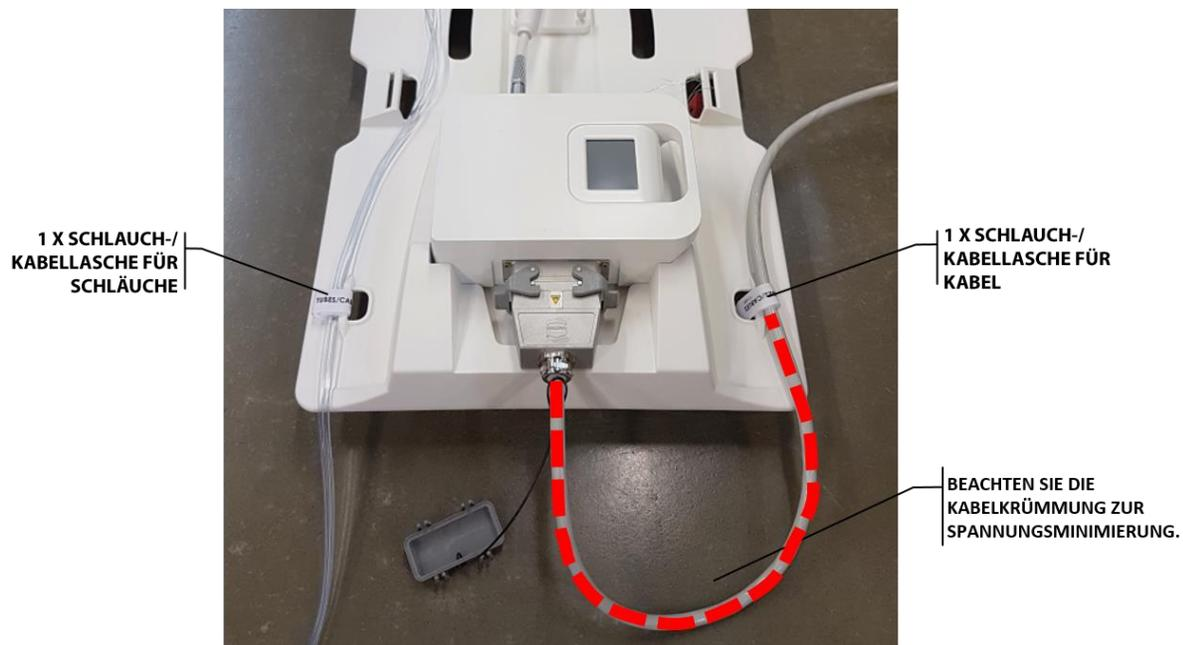

Abbildung 36: Schlauch- und Kabelführung
- d) Vergewissern Sie sich, dass keine Kabel, Schläuche oder andere Materialien eingeklemmt werden können, während der Tisch bewegt wird (Abbildung 36).